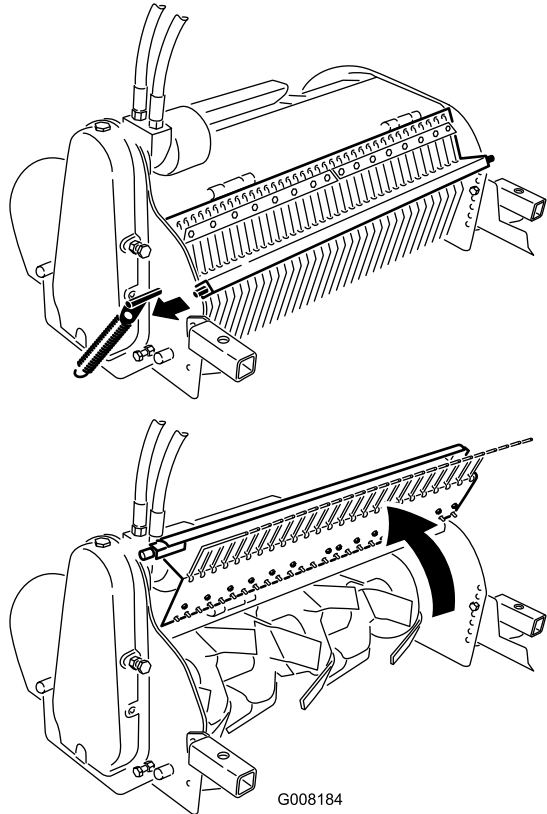

Figura 13
4. Levante y libere el enganche de muelle del lado del cultivador (Figura 13).
5. Abra la cubierta de las azadas (Figura 13).